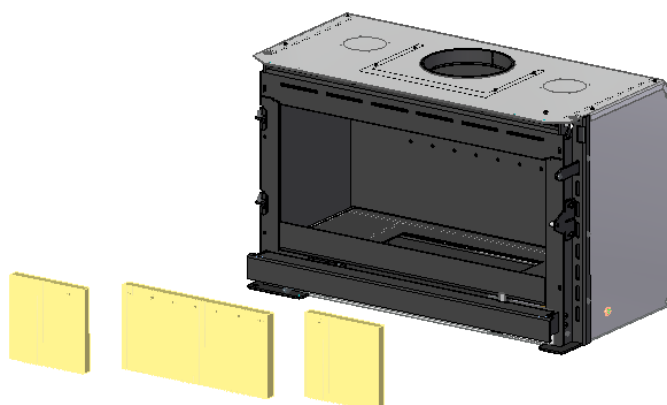

Figure 33 – Démontage des parties arrière de la vermiculite de l'équipement
4. Retirez les 3 pièces de l'arrière en les déplaçant vers l'avant de l'appareil et l'arrière vers l'extérieur de l'appareil, Figure 33.